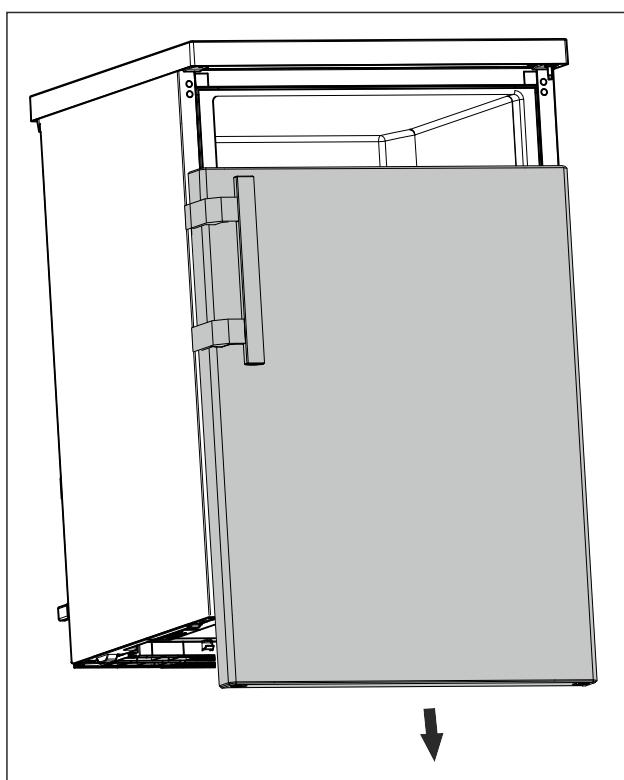

Fig. 13
- Свалете вратата надолу. (виж Fig. 13)